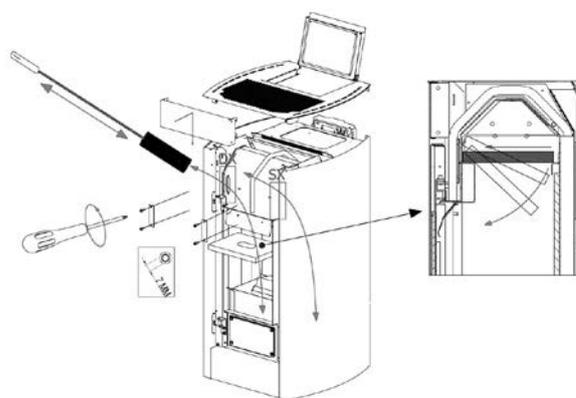

Fig. 85 - Pulizia
- Sfilare il deflettore superiore (vedi **Fig. 85**), aspirare eventuale cenere e pulire le pareti interne della camera di combustione.